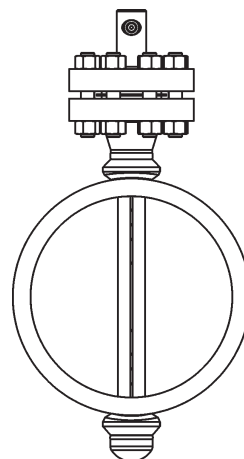

Рис.2. Фланцевый монтаж
- Фланцевый монтаж с опорой с противоположной стороны (рис.2)